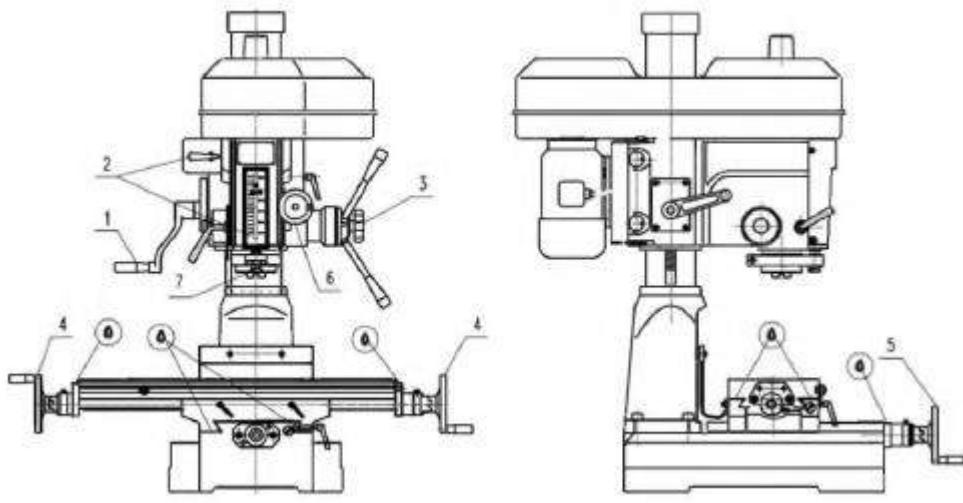

Рис. 1
- (1) Ваш станок был покрыт плотной смазкой для его защиты при транспортировке. Перед началом эксплуатации станка данная смазка должна быть полностью удалена. Для удаления смазки со станка можно использовать промышленный обезжириватель, керосин или аналогичный растворитель, но при этом избегать применения растворителя на ремни или другие резиновые части.
- (2) После очистки нанести на все полированные детали смазку низкой вязкости. Смазать все места, как показано на Рис.1 с помощью машинного масла средней плотности.
- (3) Места для смазки указаны стрелками.
5. ИСПОЛЬЗОВАНИЕ ОСНОВНЫХ ЧАСТЕЙ СТАНКА (см. Рис.1)